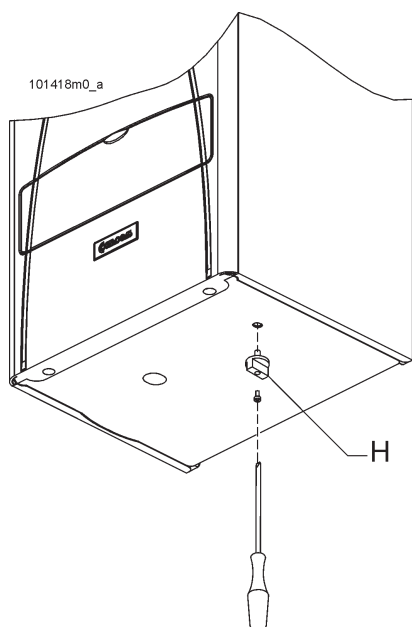

Figura 6 - Montaggio manopola rubinetto di carico
Al momento dell'installazione occorre montare la manopola di comando (H) del rubinetto di carico impianto vedi figura 6.